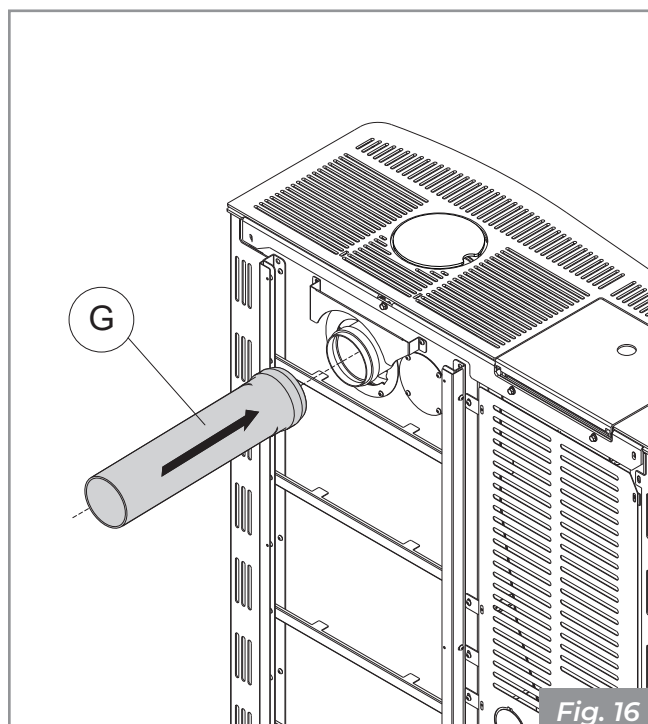

Fig. 16
- Montare il tappo fumi (C) sul lato superiore della stufa al posto della posizione precedente del collare fumi superiore (D).
- Chiudere il foro superiore unendo il tappo estetico (F) all'anello di supporto (E) mediante l'utilizzo dei 6 dadi in dotazione. Allineare l'assieme al top regolando i dadi.
- Montare il collare fumi superiore (D) sul lato posteriore della stufa al posto della posizione precedente del tappo fumi (C).
- Rimuovere il pre-tranciato dal tappo ispezione posteriore (B) e montare il componente nella sua precedente sede.
- È possibile collegare il tubo fumi (G) sul collare (D) (Fig. 16).